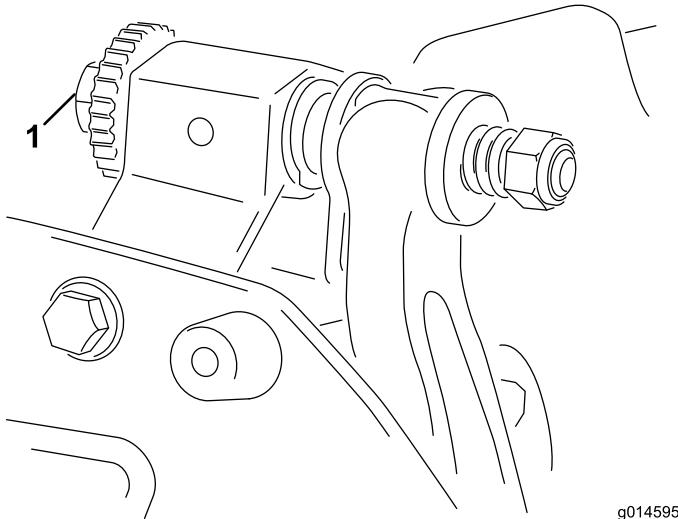

Figura 4
1. Coloque a máquina numa superfície de trabalho plana e nivelada. Não deixe que haja contacto com o cilindro, rodando os parafusos de ajuste da barra de apoio no sentido contrário ao dos ponteiros do relógio (Figura 4).